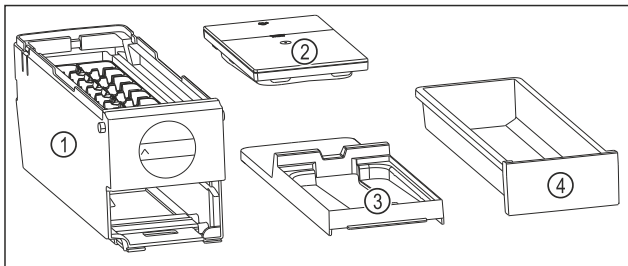

Fig. 89 Съставни части на EasyTwist-Ice
- ▷ EasyTwist-Ice е разглобен на четири части. (виж Fig. 89)
- ▶ Разглобявайте EasyTwist-Ice само на изобразените съставни части. (виж Fig. 89)
- ▶ Почистете корпуса на EasyTwist-Ice Fig. 89 (1) като едно цяло.